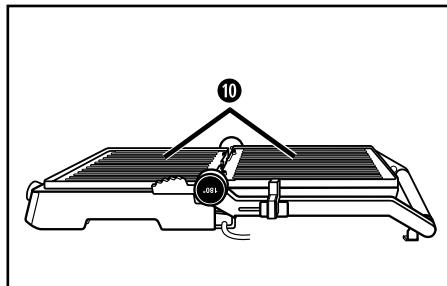

Fig. 2
- 3) Le piastre riscaldanti ⑩ si trovano ora l'una vicina all'altra e possono essere utilizzate come grill (fig. 2).